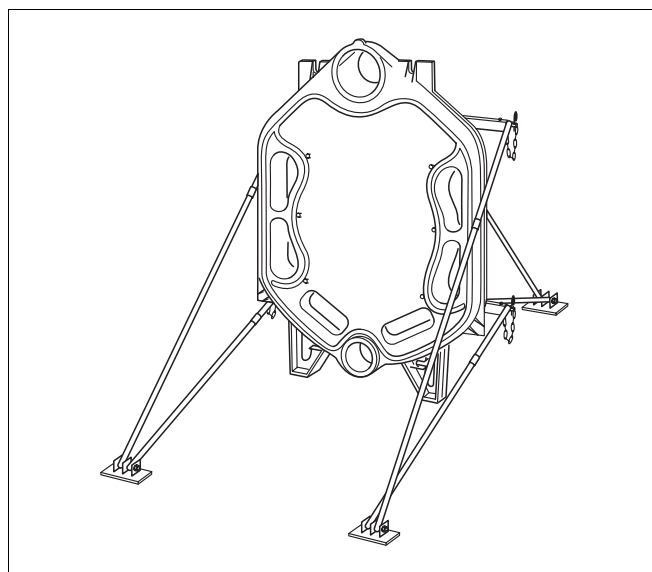

Fig. 6 Bakelement med montert montasjesett
For sikker oppstilling av kjelelementene kan det leies et montasjesett (ekstrautstyr) av DSV Norge A/S. Dette settet skal skrues sammen med bakelementet og sikrer de monterte kjelelementene mot å velte (fig. 6).
- Sett opp bakelementet i riktig stilling og sikre det mot å velte ved hjelp av montasjesettet (se fig. 6 og den separate monteringsanvisningen for montasjesettet).